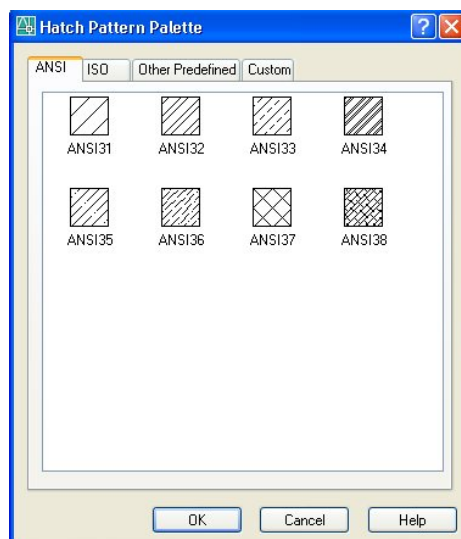

Fig.6.6 Specificarea modelului de hașură
În plus, utilizatorul are posibilitatea să-și definească propriile modele de hașură (Fig.6.6).
– pentru utilizarea unui model de hașură predefinit se va răspunde cu numele acestuia (vezi fig. 6.6), urmat apoi de un factor de scalare și unghiul de rotație dorit;